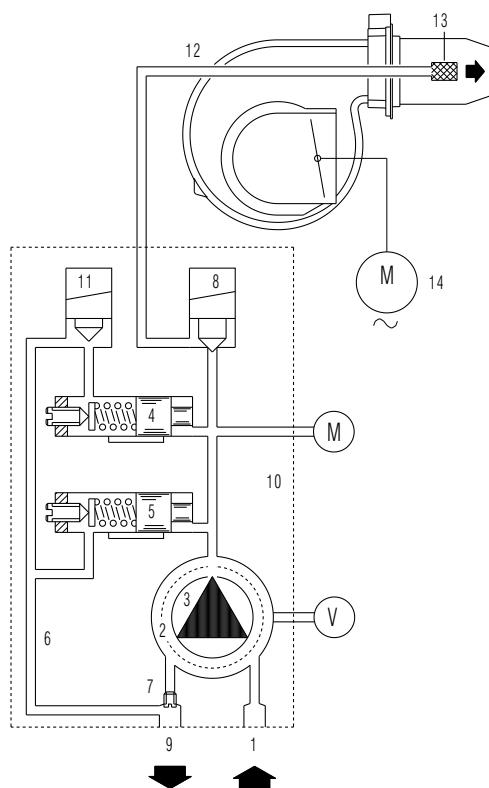

Fig. 19
- in questo caso la vite 7)(Fig. 19 a pag. 19), non deve essere rimossa (vedere il diagramma Fig. 19): by-pass interno alla pompa chiuso.
- Rimuovere la vite 7)(Fig. 19 a pag. 19), accessibile dal raccordo di ritorno: by-pass interno alla pompa aperto.
Le pompe sono dotate di un by-pass che mette in collegamento la tubazione di ritorno con quella di aspirazione (Fig. 19). Sono installate sul bruciatore con il by-pass chiuso dalla vite 7)(Fig. 19).